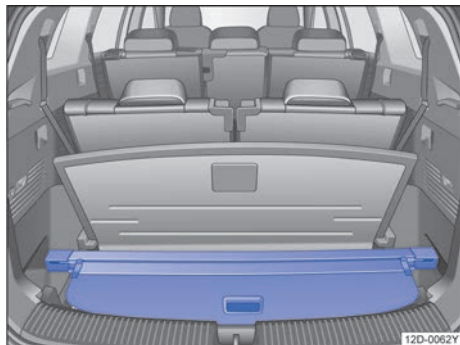

图 138 行李厢地板下方：存放行李厢盖板
- 将拆卸下来的行李厢盖板放置在侧边托架的前部凹槽上→图 138。